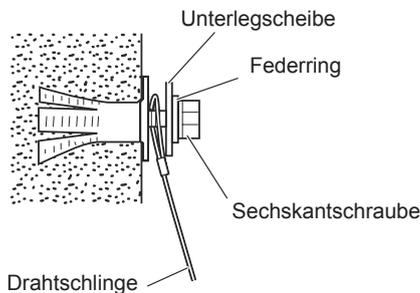

Abb. 3
- 2) Führen Sie eine handelsübliche Sechskantschraube (M10) durch einen handelsüblichen Federring (M10) und eine Unterlegscheibe (M10) sowie die Schlaufe am Ende der Drahtschlinge und ziehen Sie die Schraube dann am Anker fest. (Abb. 3)